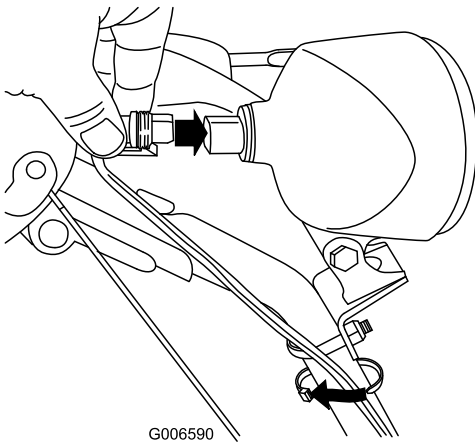

Figure 68
6. Branchez le connecteur du fil directement à l'arrière du phare en l'enfonçant bien en place (Figure 68).